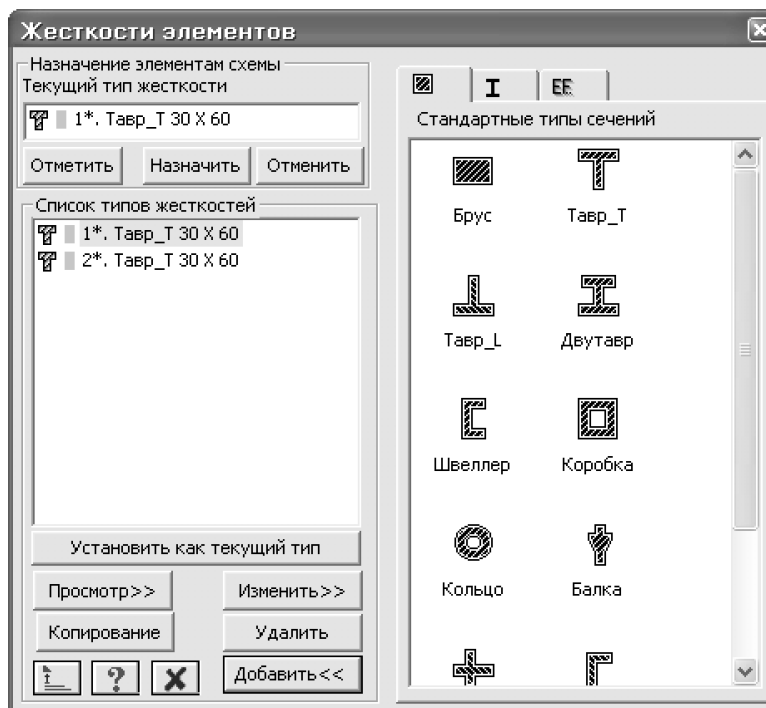

Рис.7.11. Диалоговое окно **Жесткости элементов**
- С помощью меню **Жесткости** ⇒ **Жесткости элементов** (кнопка  на панели инструментов) вызовите диалоговое окно **Жесткости элементов** (рис.7.11).
- В диалоговом окне **Жесткости элементов** (рис.7.11) в списке типов жесткостей с помощью курсора выделите строку **1*.Тавр_Т 30х60** и щелкните по кнопке **Копирование**.